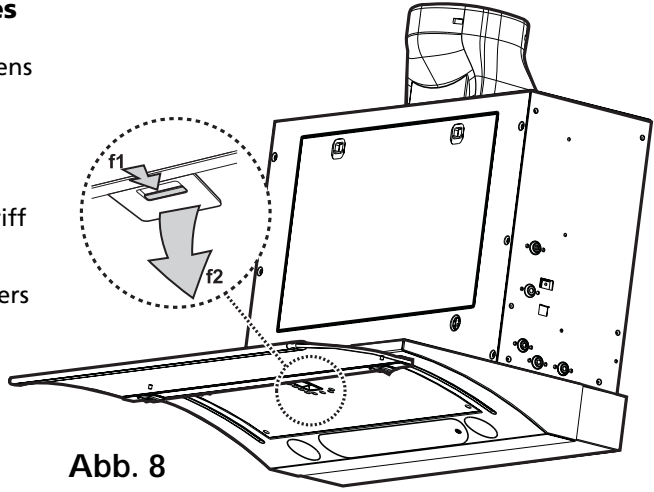

Abb. 8
2. Bauen Sie die Fettfilter aus - **Abb. 8**: Ziehen Sie den Federgriff (**f1-f2**) nach unten und entnehmen Sie dann den Filter.
2. Bauen Sie den Fettfilter aus (**f1-f2 - Abb. 8**).